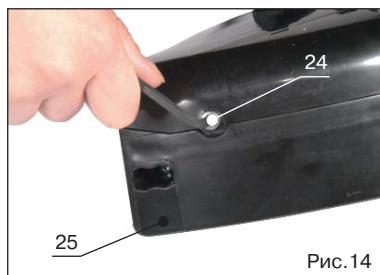

Рис.14
2. При помощи 3-х винтов (поз.24, рис.14) укрепите удлинитель защитного кожуха (поз.25, рис.14)